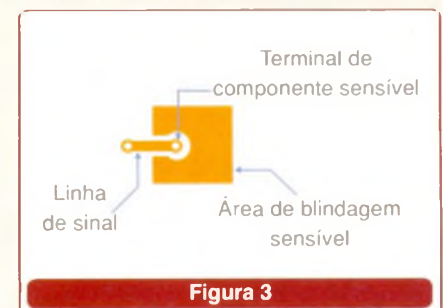

Figura 3
- Em componentes sensíveis, use áreas de blindagem nos seus terminais, devidamente aterradas, conforme exige a **figura 3**.